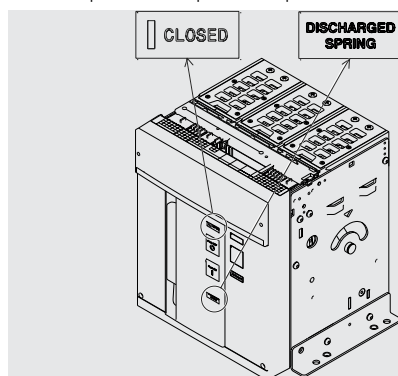

Figura 78
5. Controlar que el interruptor esté cerrado (indicador abierto/cerrado "I - CLOSED") y controlar que los resortes estén descargados (indicador resortes "blanco - DISCHARGED SPRING") como indicado en Figura 78.